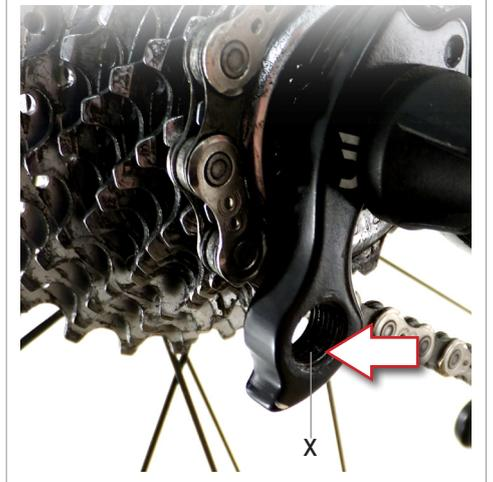

Fig.2
- Tarauder l'oeillet de l'attache du dérailleur sur la patte droite (X - Fig. 2) avec le taraud à main, filetage M10x1.